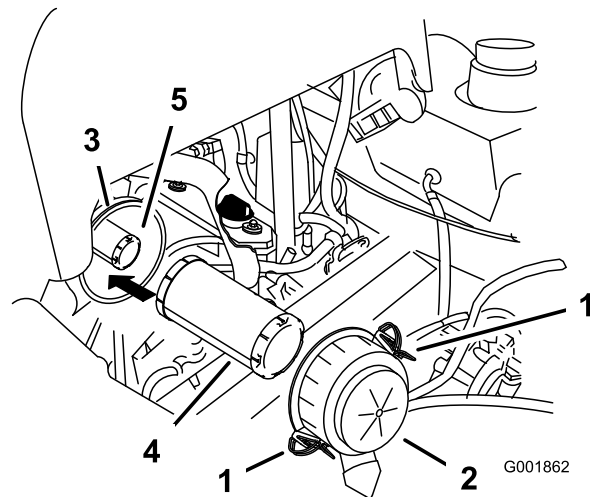

Bild 40
4. Lösen Sie die Riegel am Luftfilter und ziehen Sie die Abdeckung vom Gehäuse ab (Bild 40).
6. Schieben Sie den Hauptfilter vorsichtig aus dem Luftfiltergehäuse heraus (Bild 40). Vermeiden Sie ein Anstoßen des Filters an der Seite des Gehäuses.
1. Reinigen Sie nicht den Papierfilter. Tauschen Sie ihn nach jeweils 200 Betriebsstunden aus (Bild 40).
2. Wenn Sie den Sicherheitsfilter austauschen, schieben Sie ihn vorsichtig in das Filtergehäuse ein (Bild 40).
3. Schieben Sie den Hauptfilter vorsichtig auf den Sicherheitsfilter (Bild 40). Stellen Sie sicher, dass dieser einwandfrei einliegt, indem Sie beim Einbauen auf den äußeren Rand des Filters drücken.
4. Bringen Sie die Luftfilterabdeckung mit der Seite an, auf der UP gestanzt ist, und rasten Sie die Riegel ein (Bild 40).